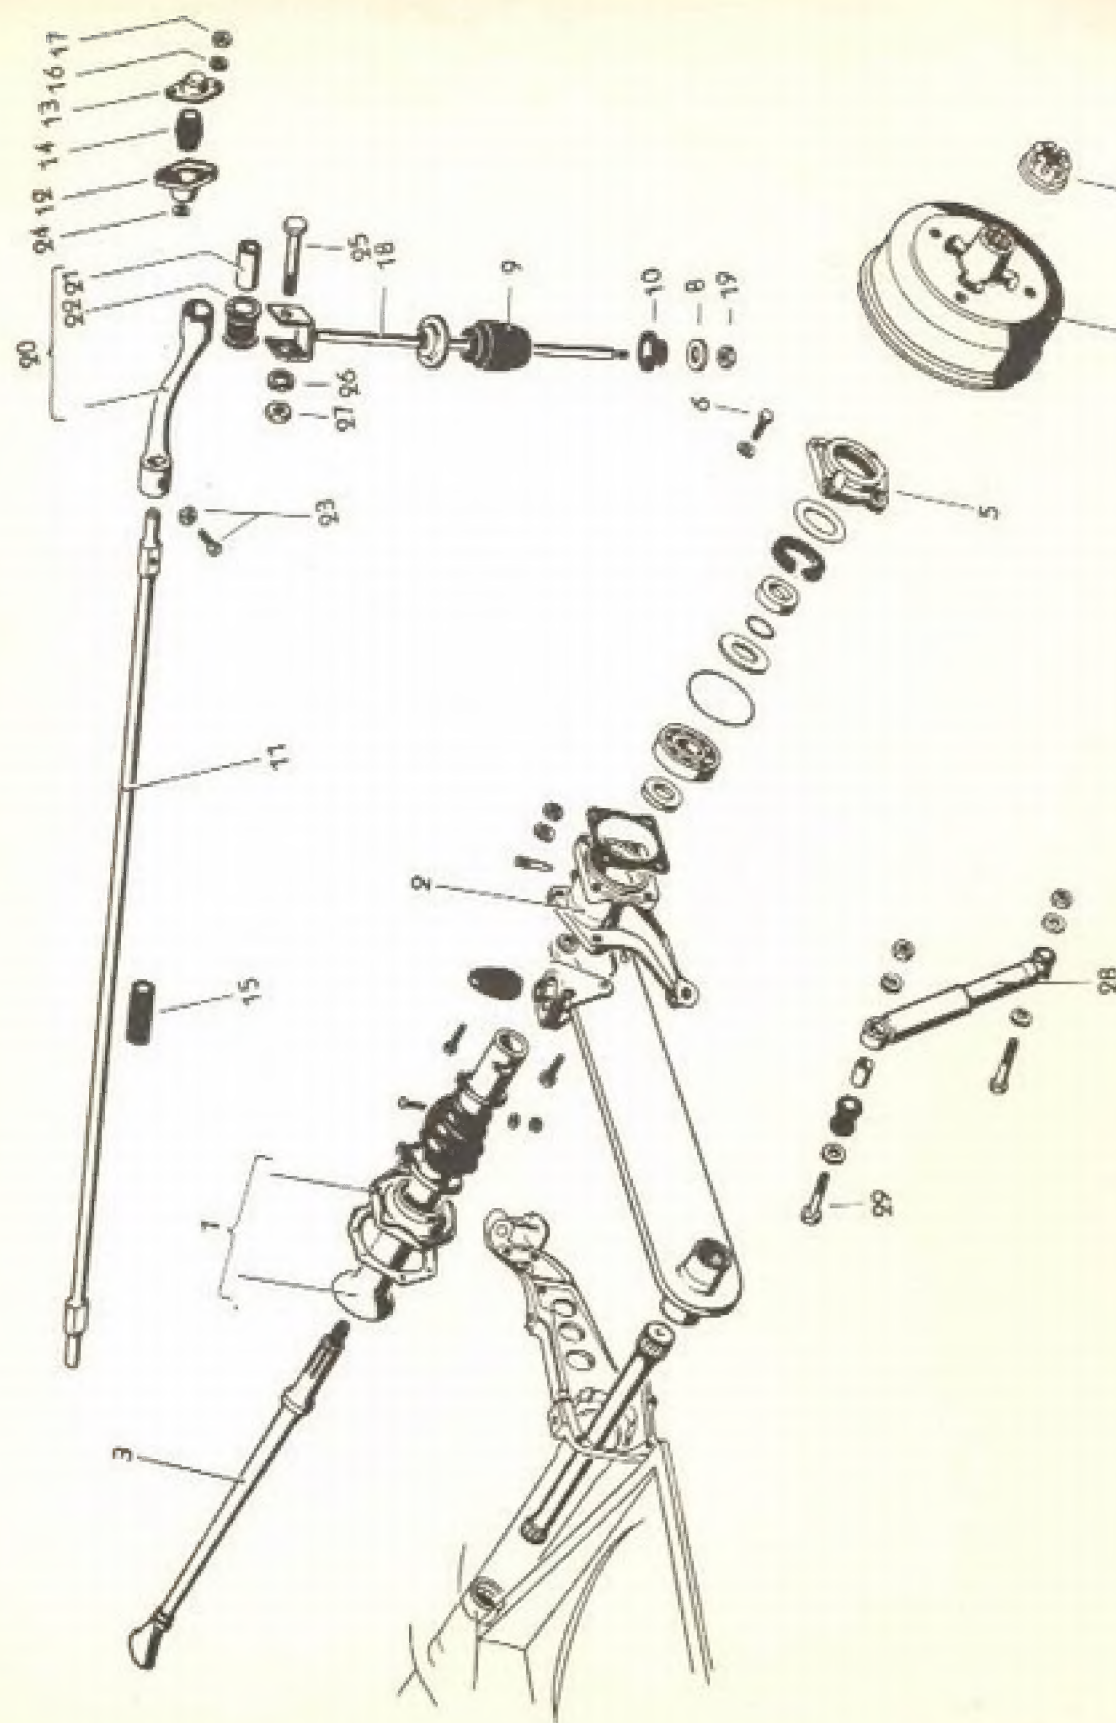

Fig. 33-V — Suspensão traseira do sedan "1500". Estabilizador idêntico ao do "1600" (11).
**Suspensão traseira** — Fig. 33-V.